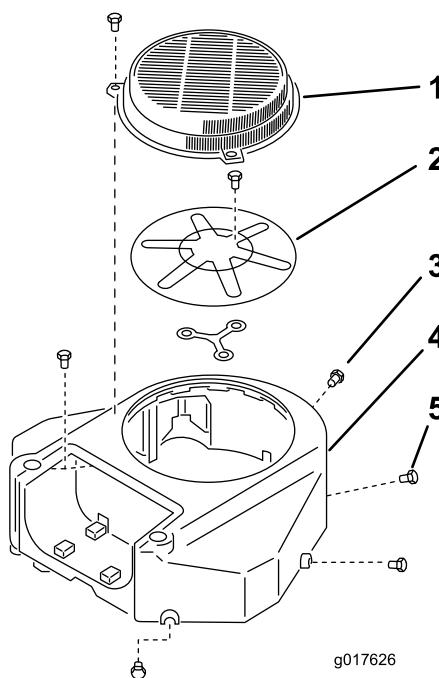

図 58
3. 吸気スクリーンとファンハウジングを取り外す 図 58。
5. 吸気スクリーンとファンハウジングを取り付ける 図 58。